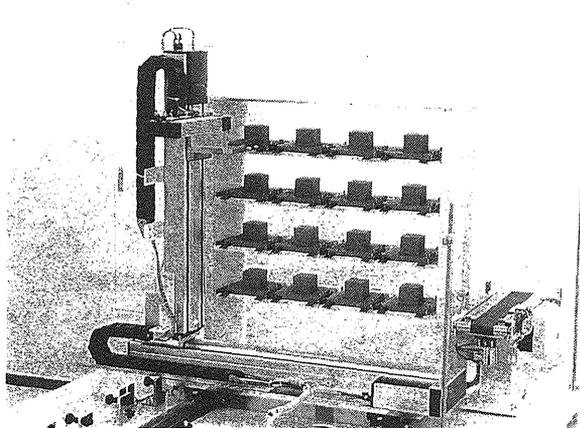

図1 自動倉庫セルの外観
①自動倉庫セル：図1に外観を示す。ワークを載せたパレットごと倉庫ラックに収納する。倉庫ラックとワーク移載用コンベア間の入出庫を、直角座標ロボットによりパレットごと行う。ワーク移載用コンベア上のパレットは、無人搬送車上のワーク移載用コンベアとの間で入出力する。
そして、全てのセルを連動して運転する連動運転実習を行う場合には、全てのロボットを図1、2、3に示した連動運転位置にセットし、作動させる。